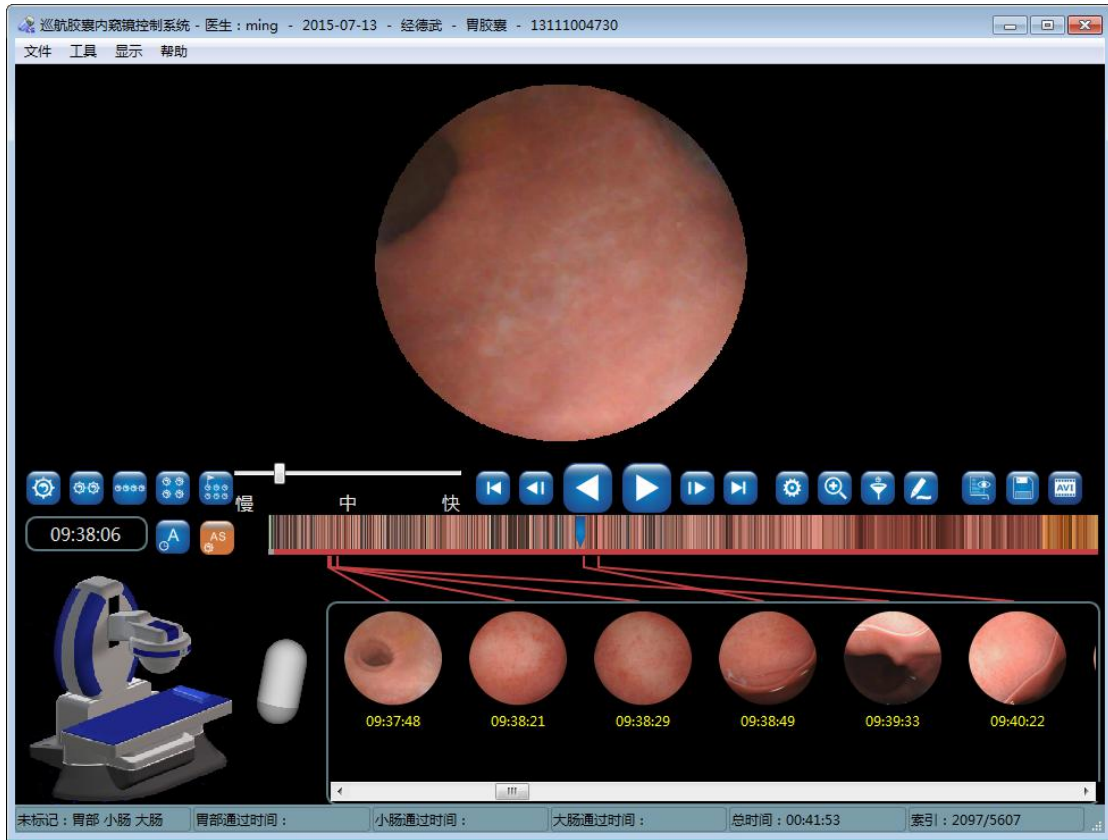

图 4-94 相似性浏览模式
1. 点击 ，当按键图标变为  时，进入图 4-94 相似性浏览模式。在相似性浏览模式下，对于相似的图片，软件只显示一张，减少了需要浏览的图片数量。经过大量实验证明，图片的减少量在 50% 左右。